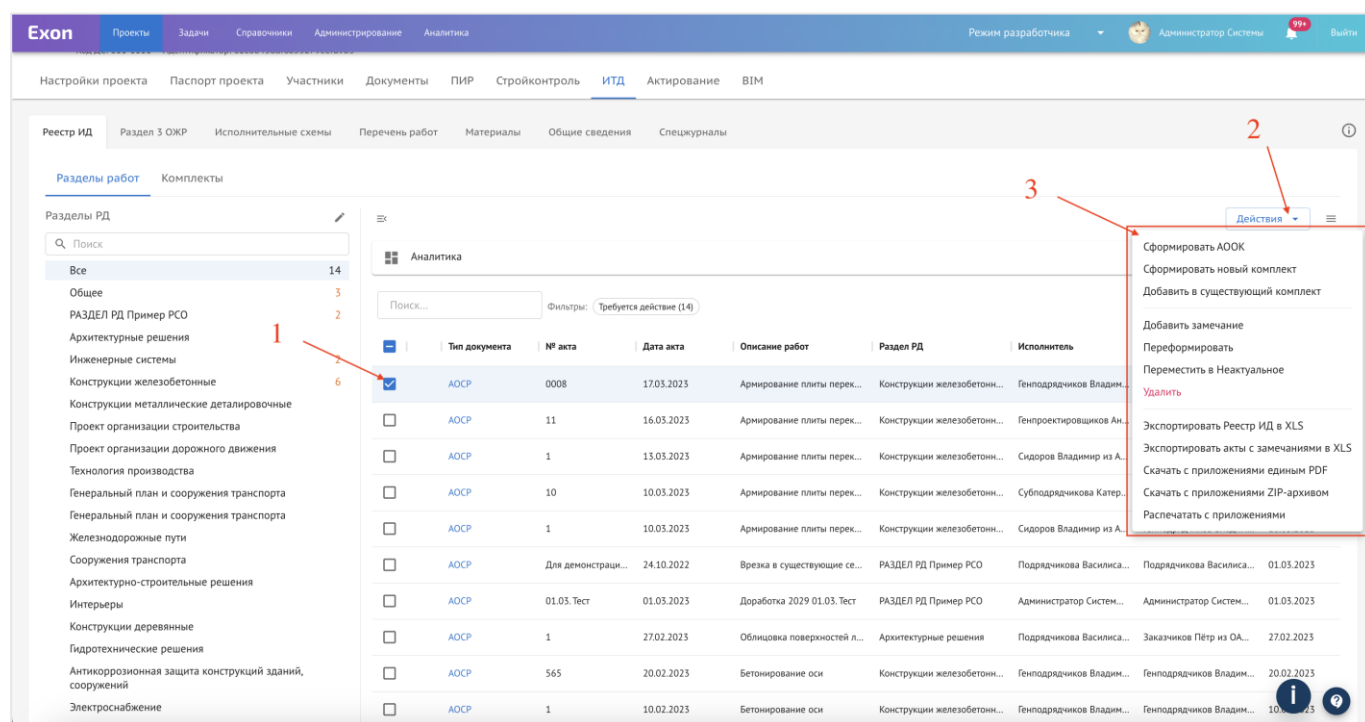

Рис. 67 – Действия в Реестре ИД
Если в Реестре ИД выбрать акт(ы) (1), то справа появится кнопка «Действия» (2), содержащая следующие функции (3) (рис. 67):